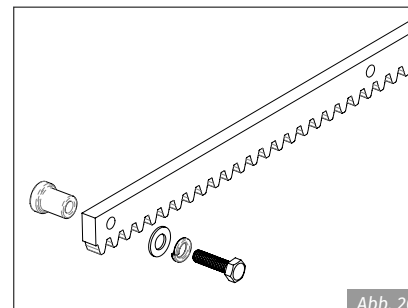

Abb. 20
- Niemals Abstandhalter Elemente schweißen. Zur dessen Befestigung, verwenden Sie Schrauben und Unterlegscheiben, wie gezeigt in Abb.20.